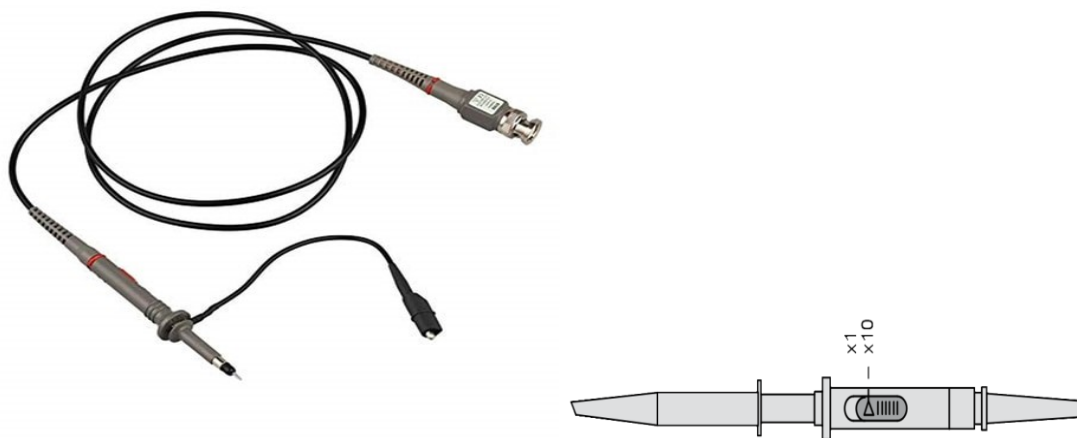
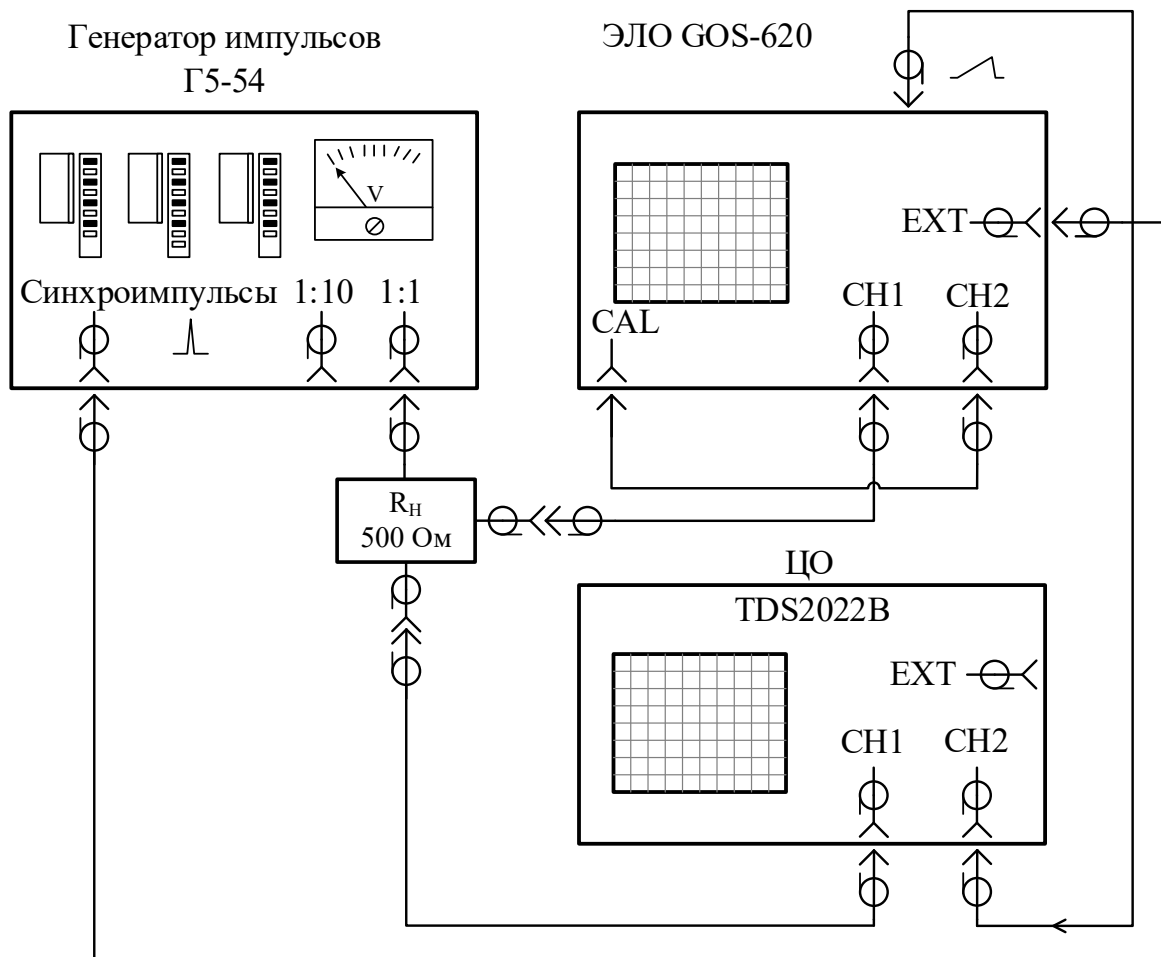
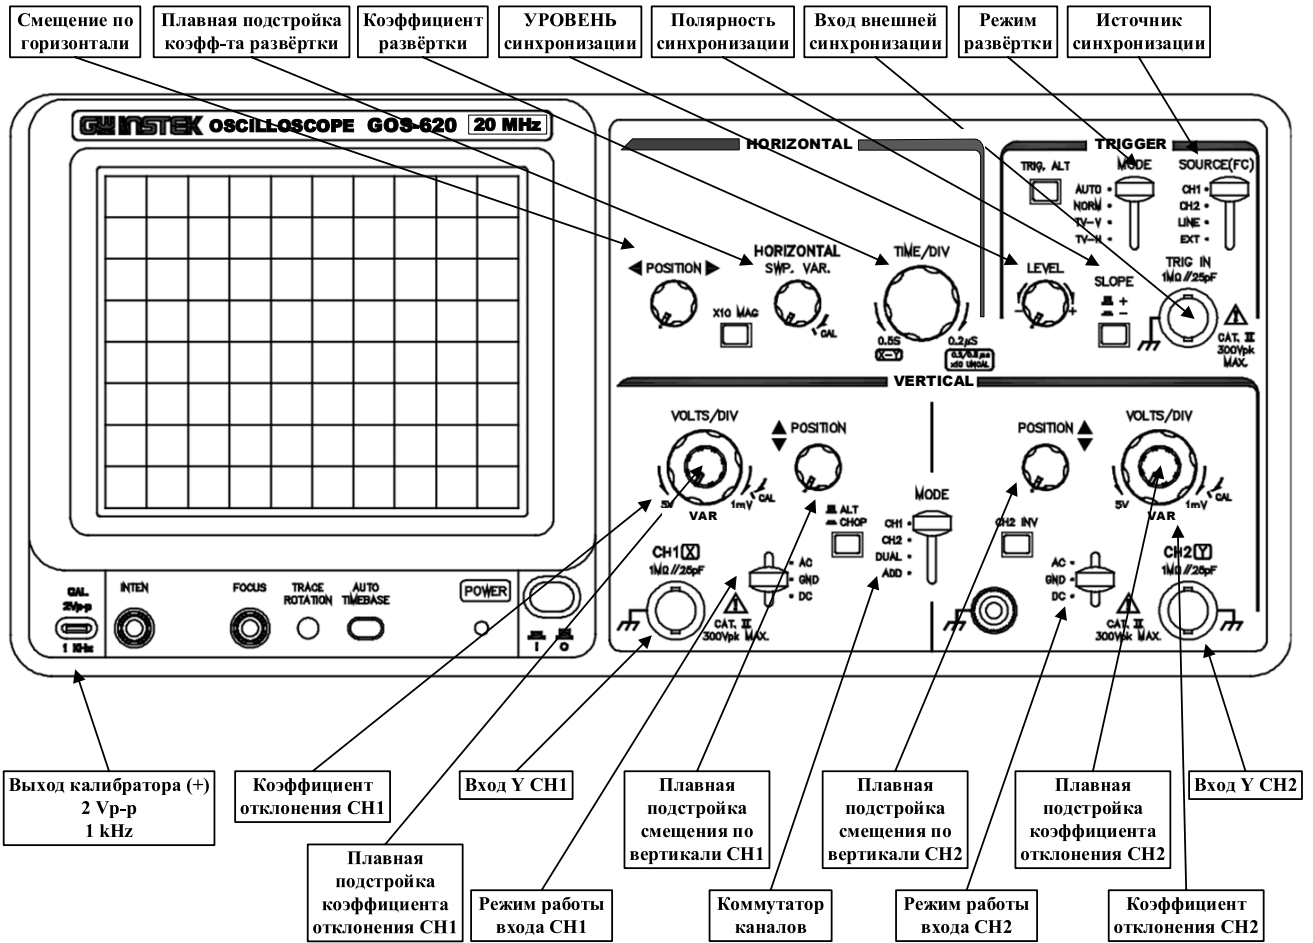

Рисунок 3.5. Осциллографический пробник
Рис. 3.7. Схема электрических соединений лабораторной установки
Рис. 3.8. Приборная панель осциллографа GOS-620
Для корректного подключения осциллографа к источникам сигналов в комплекте с осциллографом поставляется выносной щуп (пробник). Он представляет собой выносной делитель напряжения, соединённый со входом осциллографа гибким кабелем (рис.3.5).
Схема подключения приборов в лабораторной установке показана на рис. 3.7. Согласованная нагрузка R_H позволяет обеспечить паспортные значения амплитуды импульсов на выходе генератора.
Схема подключения приборов в лабораторной установке показана на рис. 3.7. В качестве исследуемых сигналов используют прямоугольные видео импульсы, вырабатываемые генератором Г5-54. Согласованная нагрузка R_H позволяет обеспечить паспортные значения амплитуды импульсов на выходе генератора. Осциллограф GOS-620 является исследуемым прибором, напряжения на каналах X и Y которого наблюдаются на двухканальном цифровом осциллографе TDS2022B. Передняя панель прибора с указанием назначения органов управления показана на рис. 3.8.
1. Соберите схему лабораторной установки согласно рис. 3.7. Подключите выносной пробник ко входу канала CH2 ЭЛО. Зажим пробника («крючок») подключите к выводу калибратора, который расположен в левом нижнем углу передней панели ЭЛО (см. рис. 3.8). Переведите переключатель коэффициента деления пробника в положение $\times 1$ (см. рис. 3.5).
- КАНАЛ Y (VERTICAL) \Rightarrow MODE = CH2; режим входа – закрытый (AC): (VERTICAL) \Rightarrow CH2 = AC;